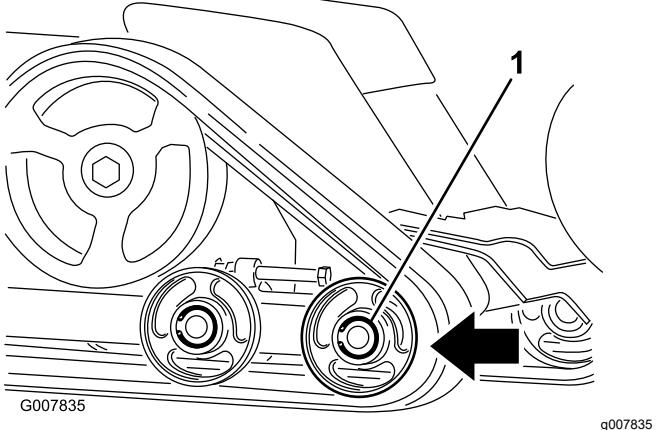

Bild 57
6. Drücken Sie das vordere Straßenrad soweit es geht nach hinten (Bild 57).
8. Wenn Sie die Kette vom Straßenrad entfernt haben, nehmen Sie sie von der Maschine ab (Bild 57).
9. Legen Sie die neue Kette, beginnend beim Antriebsrad, um das Rad und stellen Sie sicher, dass die Stollen an der Kette zwischen die Distanzstücke am Kettenrad passen (Bild 57).
10. Drücken Sie die Kette unter und zwischen das hintere und mittlere Straßenrad (Bild 57).